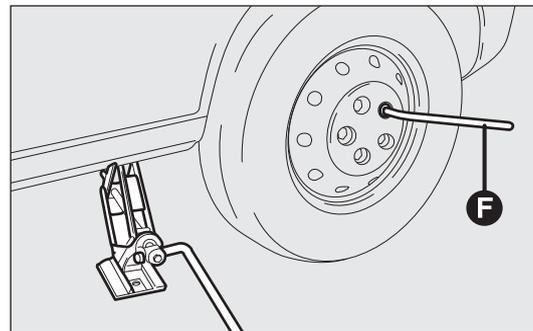

Abb. 171
- mit dem Schlüssel F-Abb. 171 die Radbolzen völlig herausdrehen und das Rad abziehen;